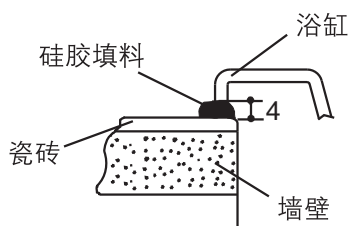
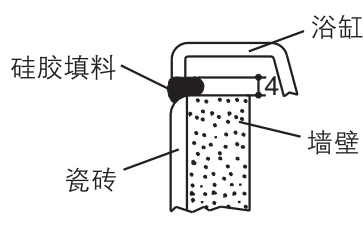
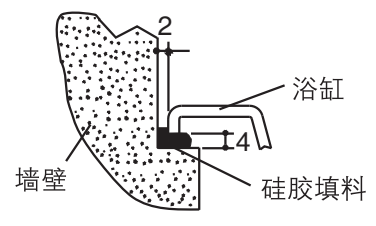

图1
图2
图3
- 浴缸边缘与墙壁之间必须在水平方向至少留有2毫米的间隙，在垂直方向至少留有4毫米的间隙。请参考以上图1、图2、和图3。